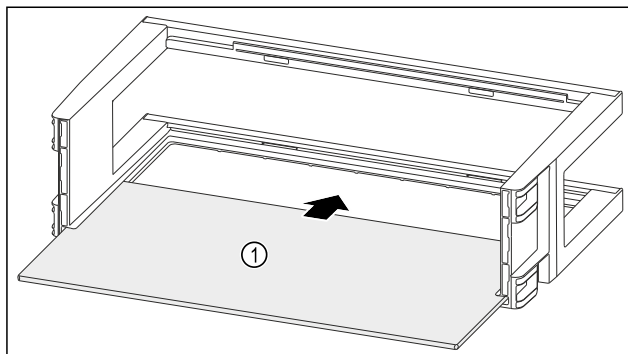

Fig. 124
- ▶ Вдвиньте съемную полку Fig. 124 (1) в боковые пазы.